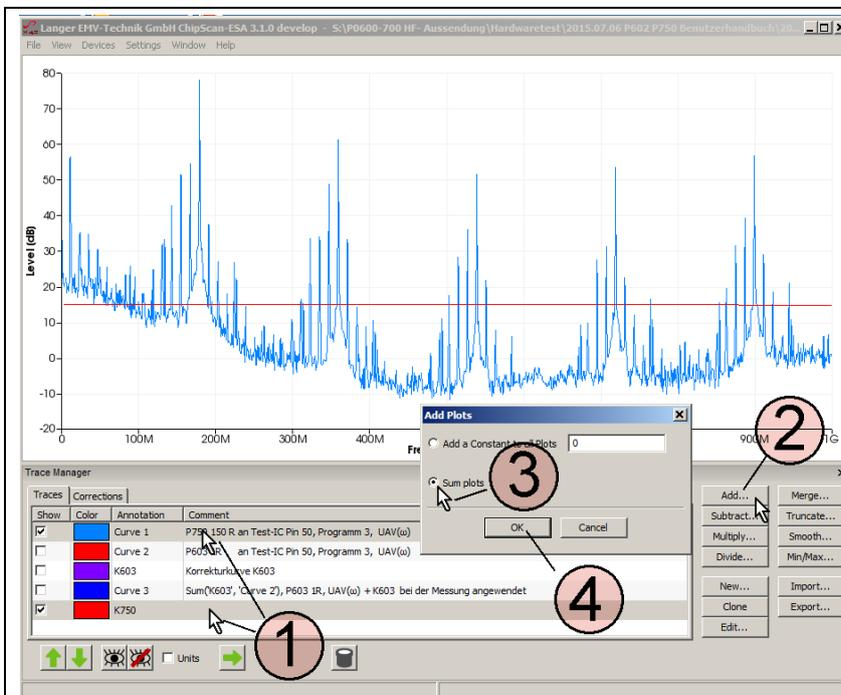

Bild 47: Korrektur nach der Messung: Ausführung der Addition  $U_{IC} = U_{AV} + K750$ .
Im „Trace Manager“ in der Liste „Traces“ **Bild 47** werden die Kurve „Curve 1“ ( $U_{AV}$ ) und die Kurve „K750“ mit dem Mauszeiger ① markiert. Die Mathematikoperation „Add...“ ② (Addition) wird geöffnet und „Sum up all Plots“ aktiviert (**Bild 47** Mauszeiger ③). Mit OK ④ wird die Addition  $U_{AV} + K750$  ausgeführt.